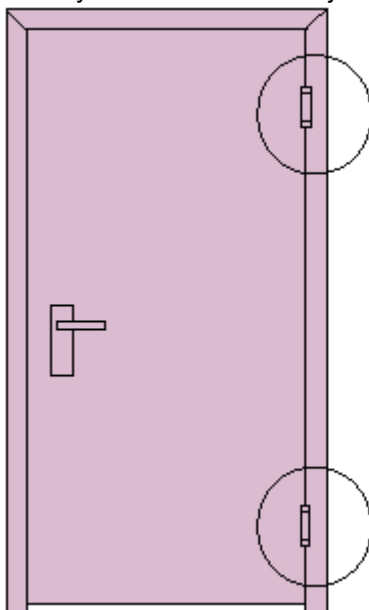

Rys. 5
– zamontować zamek w kieszeni skrzydła, używając dostarczonych wkrętów, (Rys. 5),